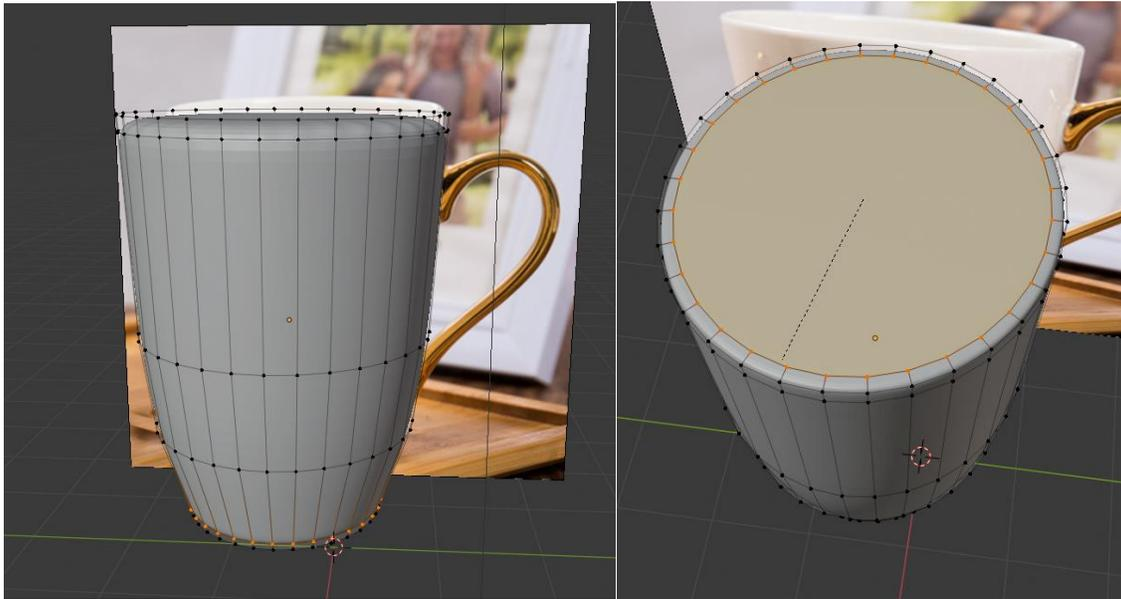

Рисунок 7. Петли по краям (камера наклонена)
(рис. 7). После этого воспользуемся операцией вдавливания краёв (I) для того, чтобы задать внутреннюю толщину кружки.